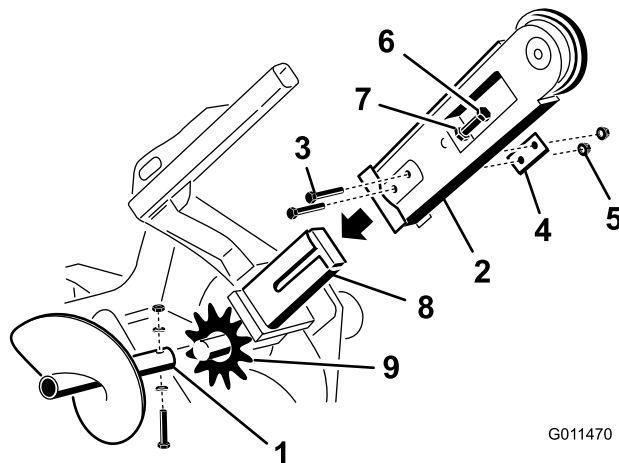

Figura 5
3. Rimuovete il bullone, le 2 rondelle curve e il dado che fissano la coclea, quindi rimuovete la coclea (Figura 5).
4. Togliete i due bulloni, i dadi e le rondelle doppie montate sulla parte laterale della barra (Figura 5).
1. Bullone – 1/2" x 3" (2)
2. Dado di bloccaggio – 1/2" (2)
5. Allentate il dado di regolazione e il controdado (Figura 5).